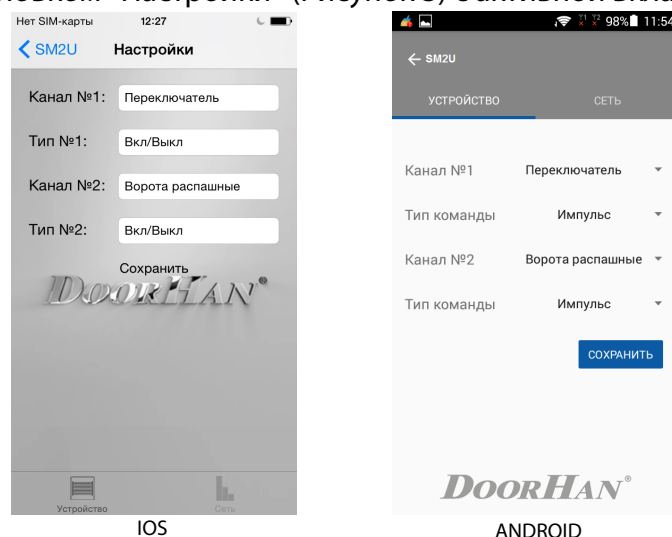

Рисунок 3
6. Для управления другими типами устройств нажмите на значок  в правом верхнем углу. Появится экран с заголовком «Настройки» (Рисунок 3) с активной вкладкой «Устройство»;